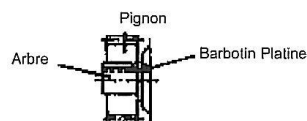

Fig. 12
- a) Installer les raccords tels que coupleurs, barbotins, pignons ou poulies aussi près que possible de la platine, sauf instructions contraires, de sorte que le point d'application des charges se trouve entre la partie centrale de l'arbre et la platine (voir fig.12).